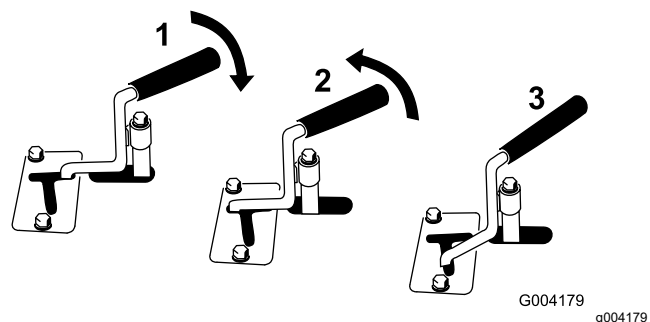

図 12
- 油圧アタッチメントを前方に動かすには補助油圧レバーを後方に回し、押し下げて基準バーに当てる 図 12, No. 1。
- 油圧アタッチメントを後方に動かすには補助油圧レバーを後方に回し、左に動かして上のスロットに入れる 図 12, No. 2。
注 前位置でレバーから手を離すと、レバーは自動的にニュートラル位置に戻る 図 12, No. 3。後位置にある時には自動的にニュートラルにはならず、スロットから出すまでスロット内にある。